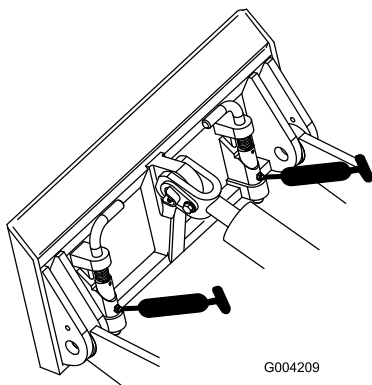

Figura 20
4. Conecte una pistola de engrasar a cada punto de engrase (Figura 19 y Figura 20).